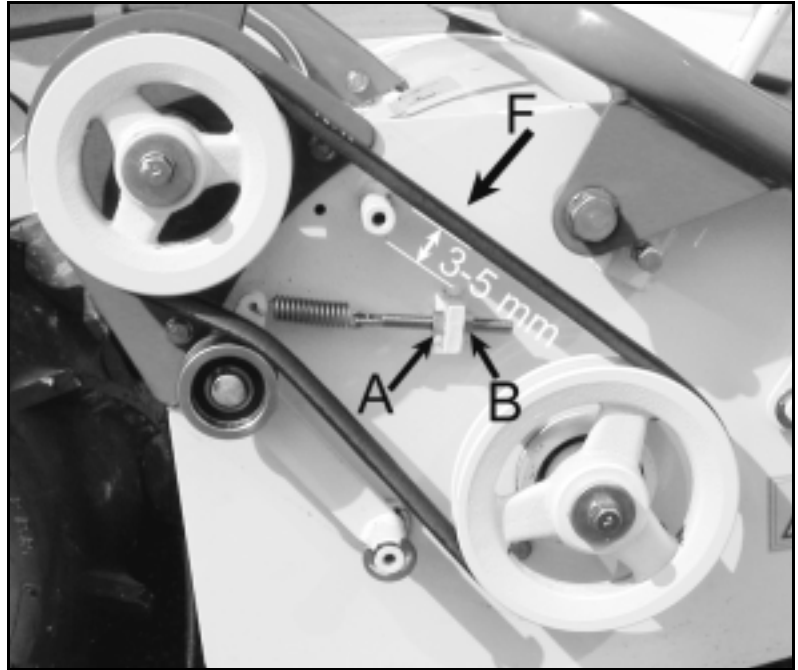

Figure 21
- Quand vous appuyez sur cette courroie avec un doigt (figure 21, repère A) la flèche doit être comprise entre 3 et 5 mm (figure 21).
- Si la courroie est trop tendue, dévissez le contre écrou A (figure 21). Dévissez l'écrou B (figure 21) jusqu'à obtenir la flèche correcte.
- Si la courroie n'est pas assez tendue, dévissez le contre écrou A (figure 21). Vissez l'écrou B (figure 21) jusqu'à obtenir la flèche correcte.